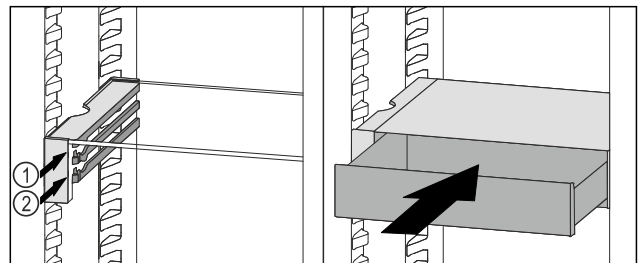

Fig. 183
- ▶ Установите выдвижной ящик VarioSafe за стопоры на требуемый выступ Fig. 183 (1) или Fig. 183 (2).